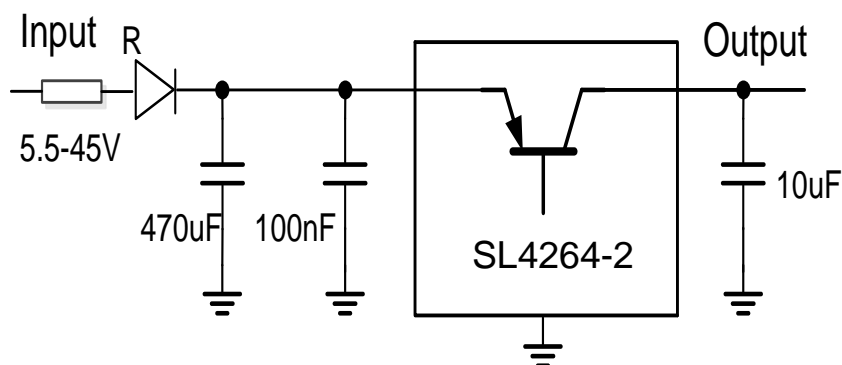

图 6-1 典型应用电路
2) 图 6-1 给出了一种典型应用电路。为了确保控制环稳定，输出端需要一个容值至少 1 μ F、ESR 最大 4R 的输出电容。钽电容和多层陶瓷电容都合适。
4) 为了缓冲电源线影响，图 6-1 所示的应用电路中另加了一个 470 μ F 的电解输入电容。如果器件由几米长的电源线供电，则推荐使用该电容。